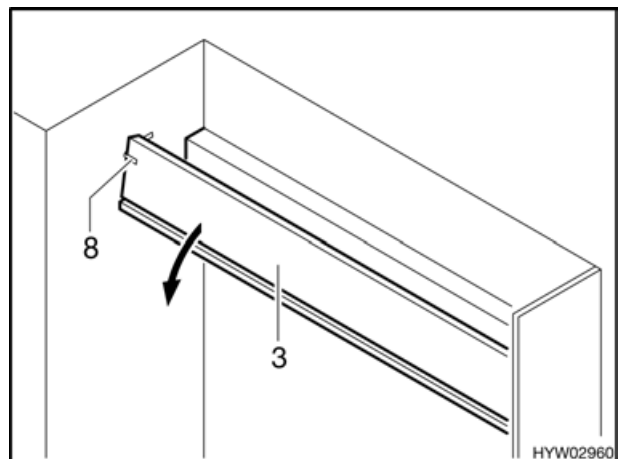

Bild 37 Während des Umbaus
- ▶ Beim unkontrollierten Abklappen des Zwischenteils (Bild 37,3) können Quetschverletzungen entstehen.
- Vor dem Abklappen des Zwischenteils (Bild 37,3) Sicherungsband (Bild 37,8) entfernen.